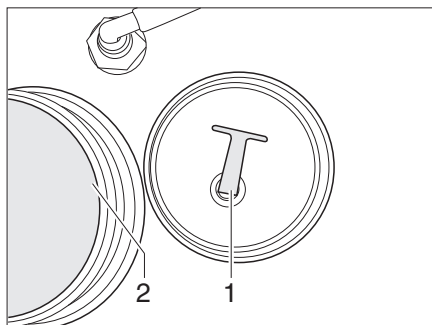

Bild 340 Propp
- Skruva ut proppen (Bild 340,1) ur utloppsöppningen (Bild 340,2). Vattnet rinner ut.